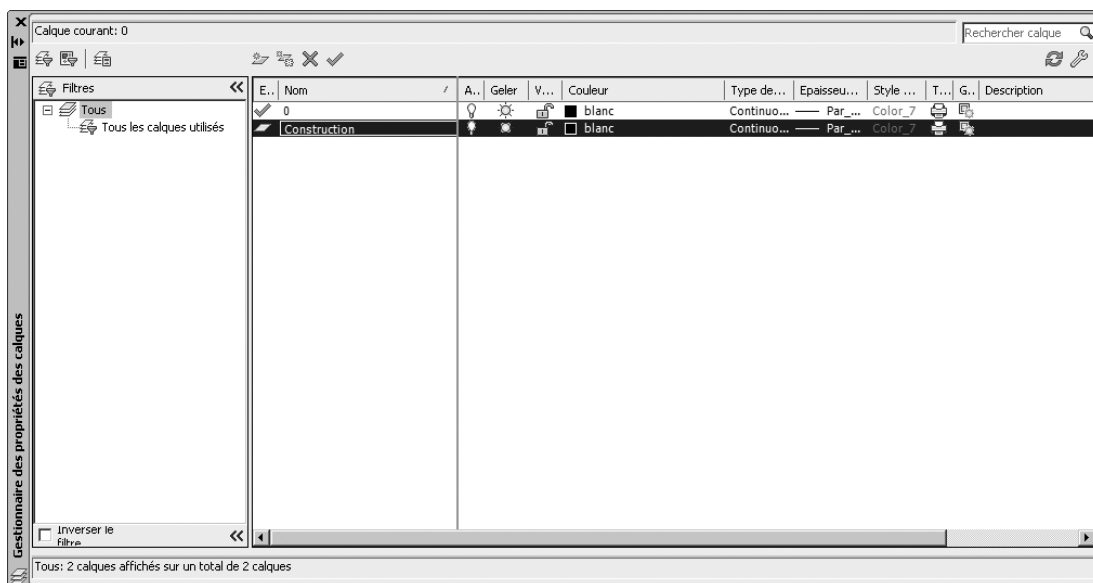

Fig.4.6
- 1 Définir un calque « construction » par la commande **CALQUE** (Layer) (fig.4.6).